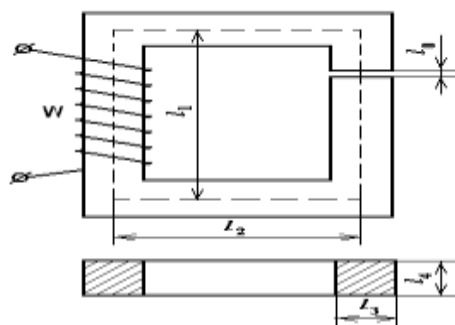

Рис.1
На рис.1. показана неразветвленная магнитная цепь, во всех сечениях которой магнитный поток  $\Phi$  имеет одинаковую величину.
**Пример:** Для магнитной цепи, приведенной на рис.1. заданы размеры цепи: